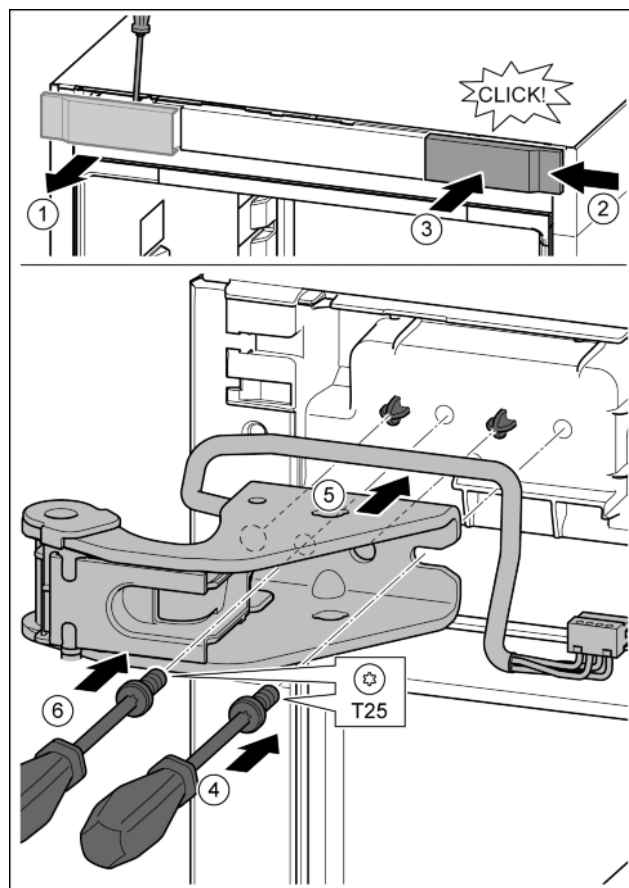

Fig. 25
- ▶ Za pomocą śrubokrętu zwolnić osłonę i zdjąć w bok. Fig. 25 (1)
- ▶ Osłonę obrócić o 180° założyć z drugiej strony od prawej. Fig. 25 (2)
- ▶ Zazębić osłonę. Fig. 25 (3)
- ▶ Śrubę założyć przy pomocy śrubokręta T25. Fig. 25 (4)
- ▶ Założyć górną płytkę zawiasu. Fig. 25 (5)
- ▶ Dokręcić śrubę. Fig. 25 (4)
- ▶ Śrubę założyć przy pomocy śrubokręta T25 i mocno dokręcić. Fig. 25 (6)